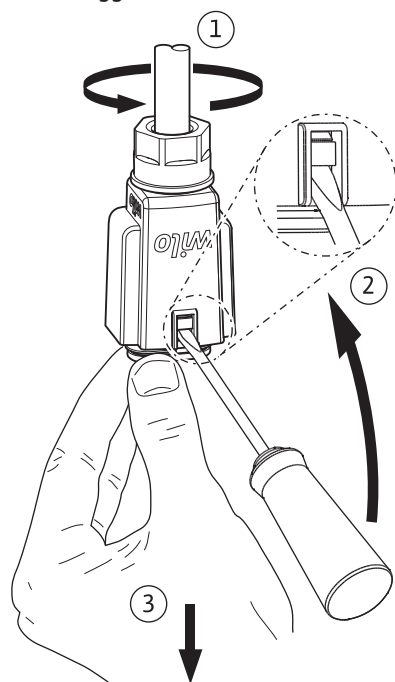

Fig. 6: Smontaggio del Wilo-Connector
- Estrarre il Wilo-Connector dalla pompa e smontarlo servendosi di un cacciavite adatto (Fig. 6).